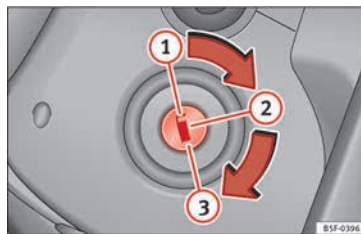

Fig. 199 Posiciones de la llave del vehículo.
Llaves del vehículo » fig. 199
3.	Sólo en los vehículos con motor diésel: para el precalentamiento, gire la llave en la cerradura de encendido a la posición » fig. 199 ②. En el cuadro de instrumentos se ilumina el testigo de control ⚡.